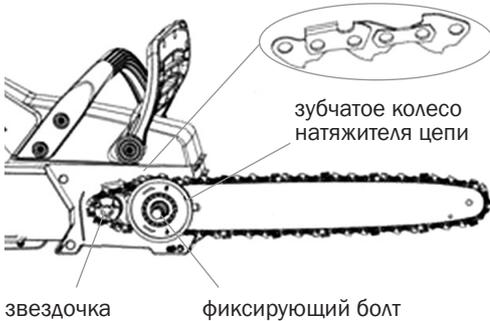

Рис. 15
3. Соедините регулятор натяжения цепи с направляющей шиной к крепежному болту корпуса и поместите пильную цепь вокруг звездочки, удостоверившись, что зубья цепи соответствуют направлению символа на корпусе (Рис. 15).
4. Вращайте регулятор натяжения цепи по часовой стрелке до упора, чтобы натянуть цепь (Рис. 15).